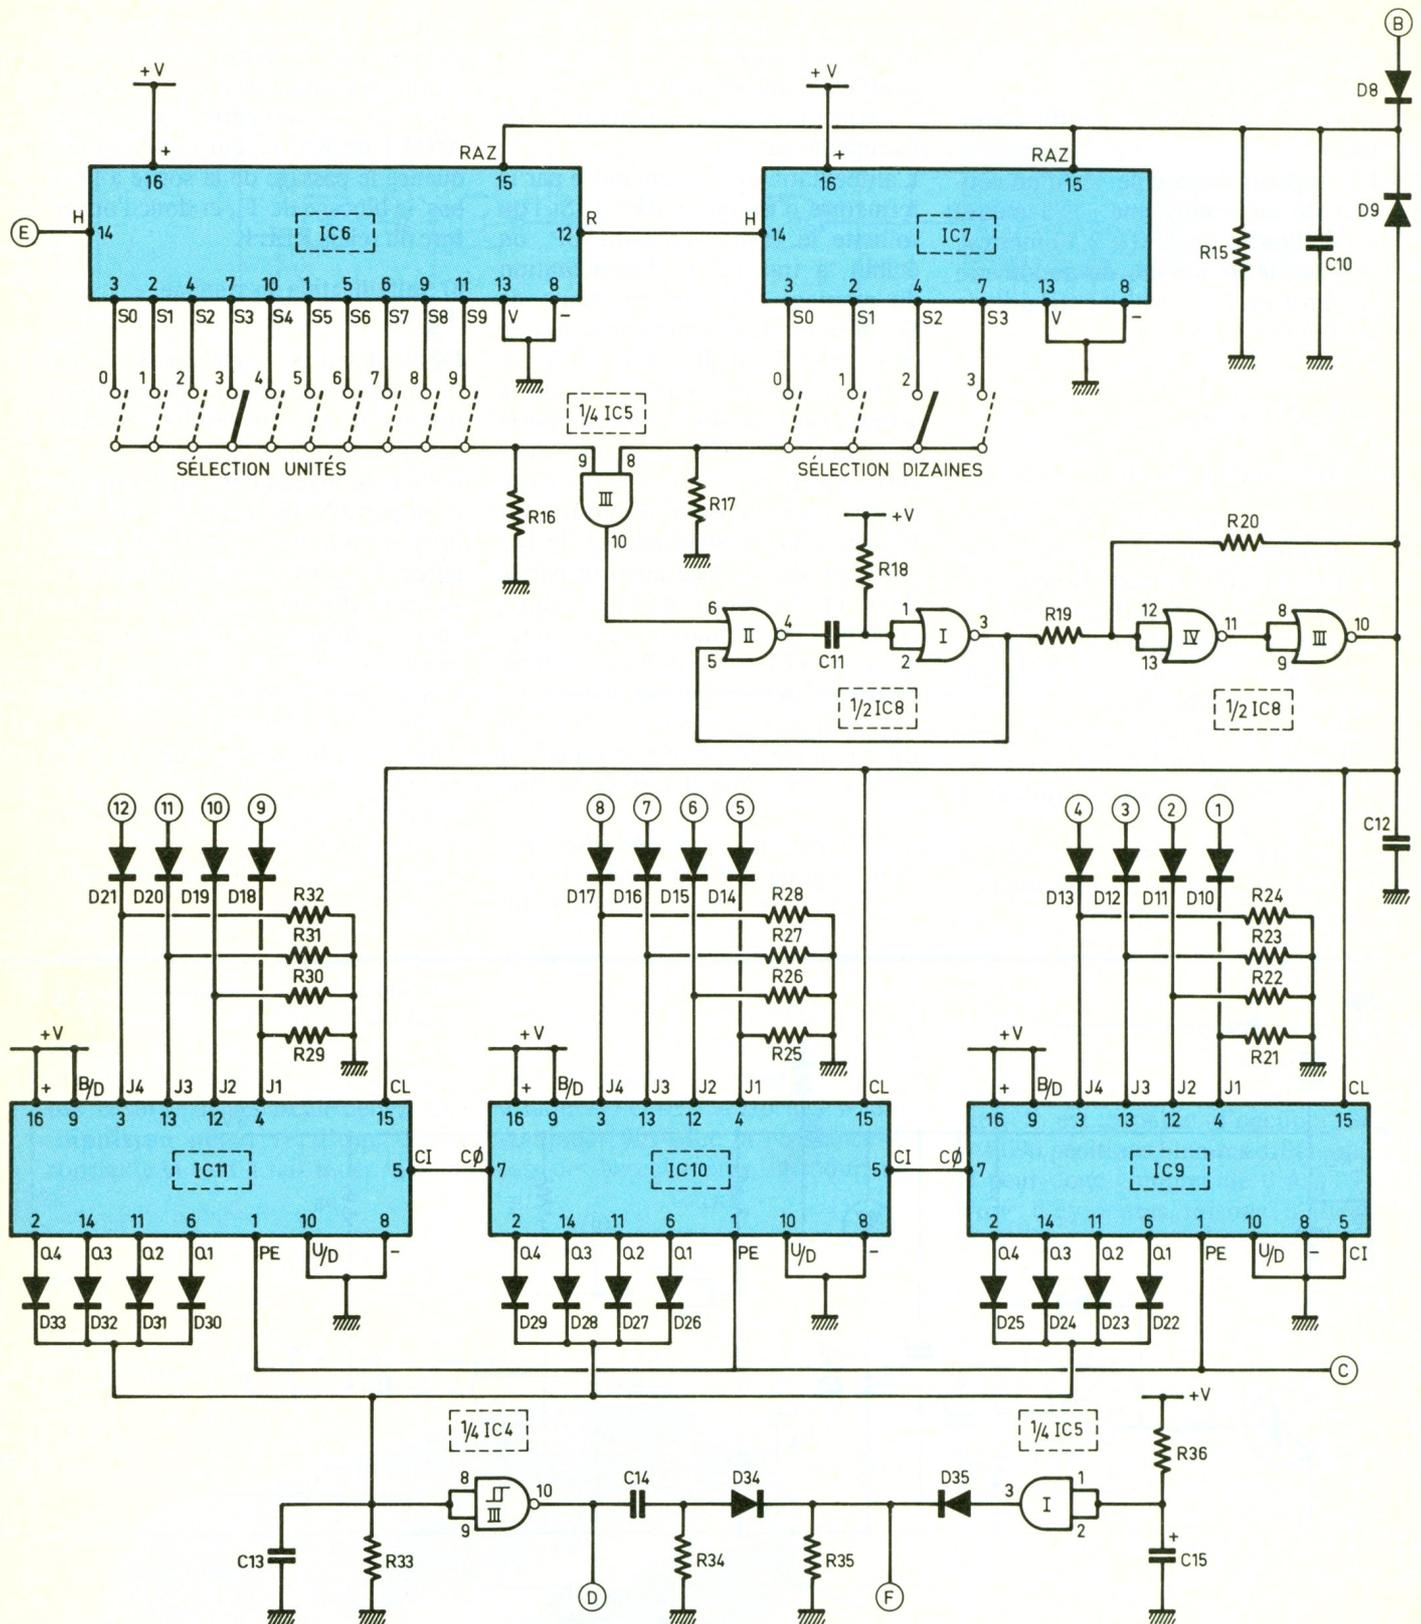

Fig. 5 Décodeur : introduction de la longueur du pas et décomptage.
e) Introduction de la longueur du pas (fig. 5)
f) Décomptage de la valeur lue du podomètre (fig. 5)